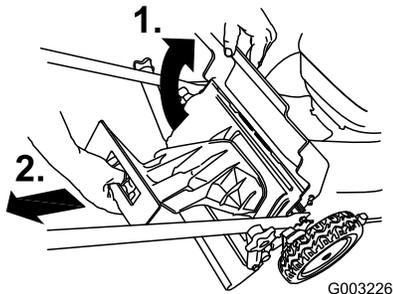

Bild 22
1. Heben Sie die hintere Klappe an und halten Sie sie hoch (Bild 22).
2. Nehmen Sie die Heckauswurfklappe ab (Bild 22).